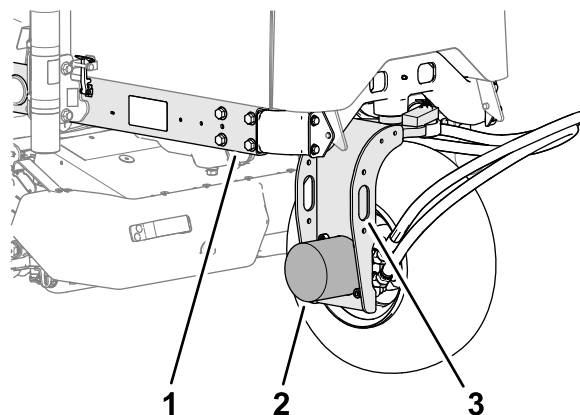

Bild 55
2. Befestigen Sie das Hebezeug an der Vergurtungsöse der Hinterradgabel (Bild 55).